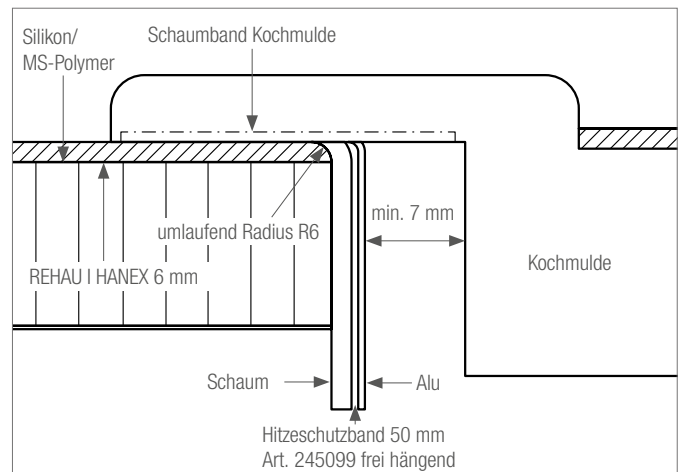

Abb. 6-18 Einbau Kochmulde
4. Eckausführung 90° mit Innenradius (siehe Abb. 6-18)